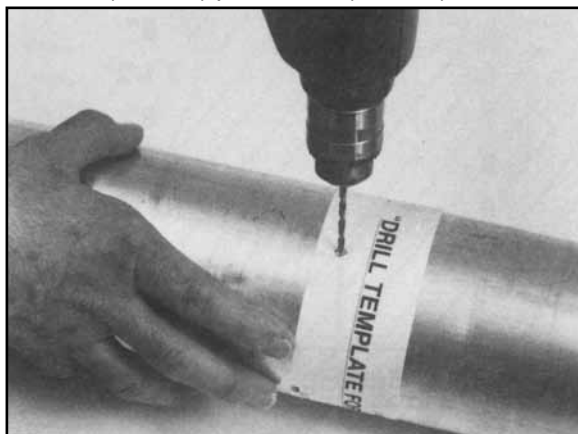

Figura 6: Faça os furos piloto
6. Cuidadosamente faça 4 furos piloto de 1/16" (1,6mm) através do tubo de descarga, utilizando as linhas centrais do molde de perfuração (veja Figura 6). Aumente o diâmetro de cada furo de 1/16" (1,6mm) para 3/16" (4,8mm).